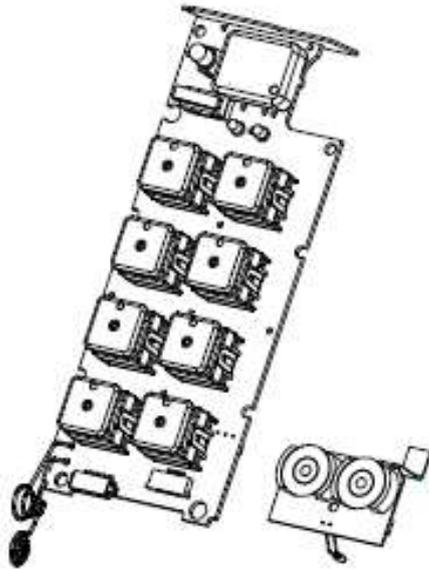

Figura 39 - Placa de transmissor e placa carregador de pilhas.
- c) Sempre mantenha o receptor o mais afastado possível de cabos de alta tensão ou equipamentos como: motores, relés, válvulas magnéticas, inversores de frequência, etc. Se o receptor for instalado no painel, sua antena interna deve ultrapassar a parte superior ao painel, conforme figura 39.